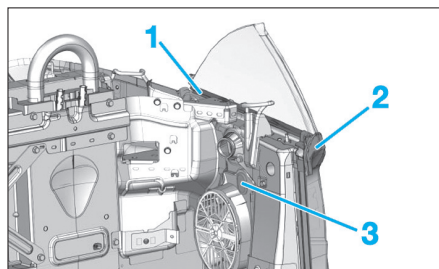

Fig. 77
- le joint lève-vitre intérieur de vitre (1) (Fig.77),